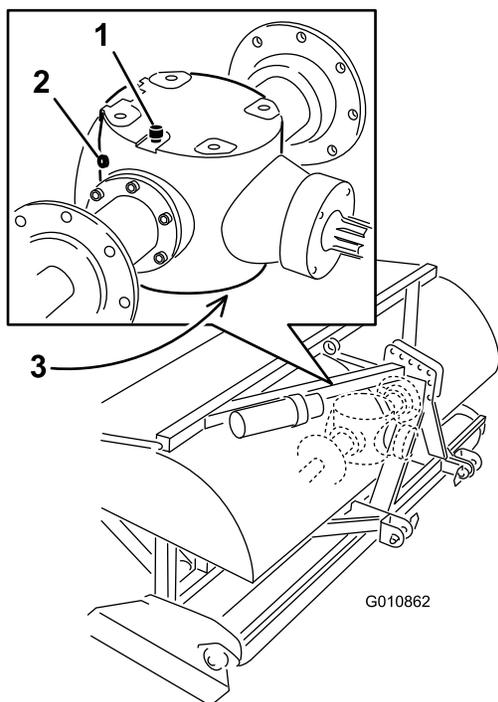

图 44
3. 从齿轮箱上拆下检查塞图 44。
4. 确保油位高达齿轮箱中检查塞孔的底部图 44。
1. 清洁通气/加油塞和排油塞周围的杂质避免污染图 44。